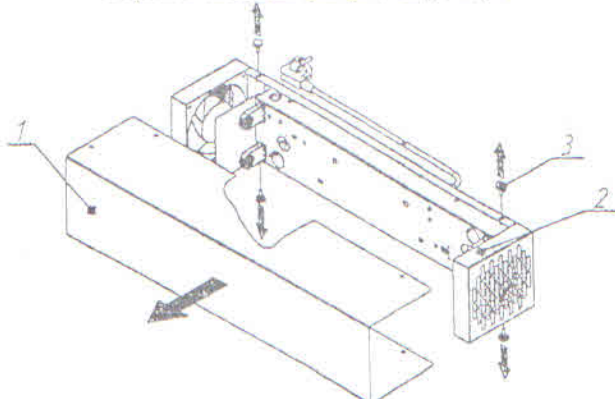
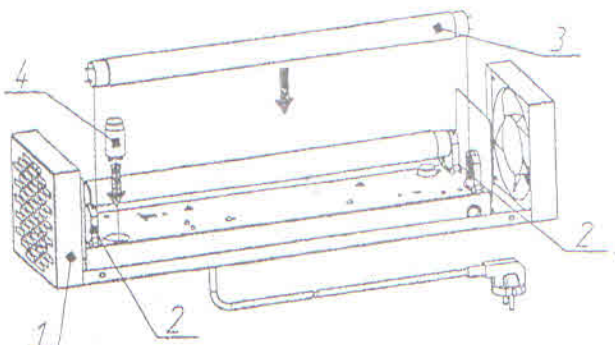

Рисунок 3.1- Снятие кожуха с рециркулятора.
Рисунок 3.2- Установка ламп в рециркулятор.
5.1.15 Для замены ламп (или стартеров) Снять кожух (поз.1), открутив фиксирующие винты (поз.3) как показано на рис. 3.1. Заменить лампы (или стартеры) как показано на рис. 3.2, затем собрать рециркулятор в обратном порядке.